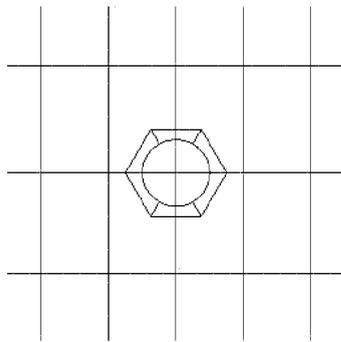

图 2-1-17 R30 圆弧界限
④ 在【距离】中输入“20”，系统提示“拾取曲线”，拾取垂直基准线，系统提示“选择等距方向”，分别单击左侧和右侧，形成 R30 圆弧的界限，如图 2-1-17 所示。右击退出“等距线”命令。